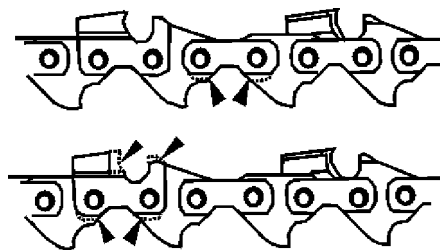

Рисунок 4.8
4.3.5.2 Перед установкой новых звеньев необходимо их размеры привести в соответствие с размерами деталей ремонтируемой цепи, см. рисунок 4.8.